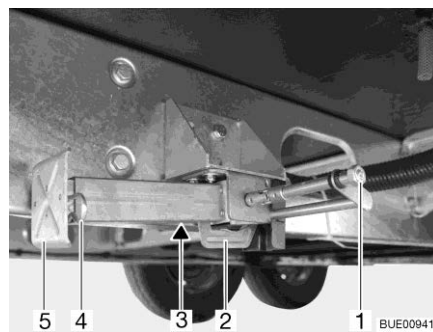

Bild 44 Stödben
- Placera hylsnyckeln på sexkanten (Bild 44,1) och vrid runt den tills stödbenet står rakt neråt.
- När längden på stödbenet kan justeras, dras sprinten (Bild 44,4) ut ur stödbenets förlängning (Bild 44,5).
- Placera hylsnyckeln på sexkanten (Bild 44,1) och vrid runt den tills stödbenet inte längre sitter mot marken.
- Skjut in stödbensförlängningen (Bild 44,5) helt och sätt in sprinten (Bild 44,4) i borrhålet på stödbensförlängningen.
- Vrid sexkanten (Bild 44,1) tills stödbenet svängs uppåt och spåret (Bild 44,2) är helt vid slutet av skåran (Bild 44,3).